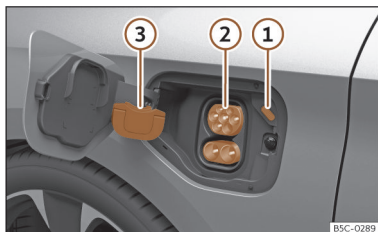

Fig. 62 Por trás da tampa da tomada de carregamento da bateria na parte dianteira esquerda: tomada de carregamento.
- Retire a capa de proteção e encaixe-a no engate >>> **Fig. 62 ③**
- Ligue o conector de carregamento da estação de carregamento à tomada de carregamento >>> **Fig. 62 ②**
O LED (indicador do processo de carregamento) da tomada de carregamento pisca e emite cintilações brancas >>> **Fig. 62 ①**
O indicador do processo de carregamento da tomada de carregamento pisca a verde >>> **Fig. 62 ①**.
- Pressione o botão de função **Parar carregamento** no ecrã do sistema infotainment. O indicador do processo de carregamento situado junto da tomada de carregamento acende a branco >>> **Fig. 62 ①**. O conector de carregamento está desbloqueado.
- Encaixe a capa de proteção na ligação inferior da tomada de carregamento. >>> Fig. 62③